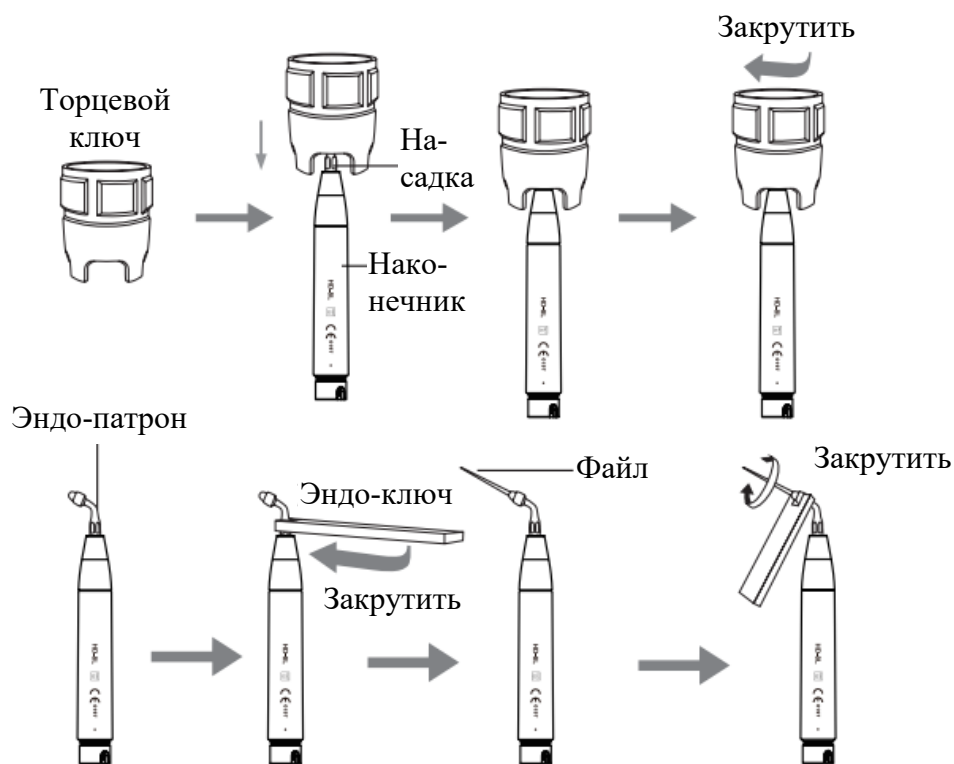

Рисунок 4
2.1.5 Выберите насадку для удаления зубного налета в соответствии с требованиями и закрепите ее с помощью ключа. (см. рисунок 4)
Насадка ослаблена из-за вибрации.	Плотно закрутите насадку (см. рис. 4).